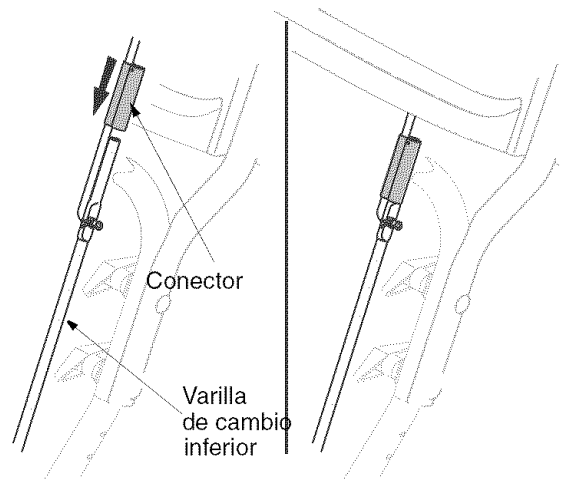

Figura 6
10. Deslice el conector de la varilla de cambio hacia abajo hasta el extremo inferior de la varilla de cambio. Golpee suavemente el conector hasta que **se trabé** sobre la varilla de cambio inferior. Vea la Figura 6